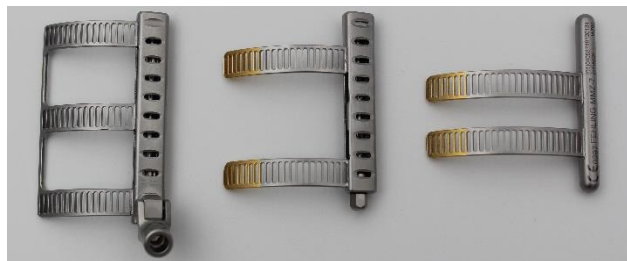

Fig. 22
3. Lo strumento, smontato nelle sue singole parti (Fig. 22), può ora essere ricondizionato.